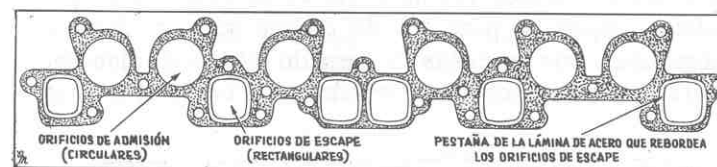

Fig. 22.— Junta de los múltiples de admisión y escape.
*Motor 221 SP.* Pieza separada. Salida plana, a 90° con respecto a la superficie de apoyo de la tapa, individual para cada cilindro. Tubos reunidos en un colector central (figs. 22, 24 y 25).
Los múltiples de admisión y escape son independientes, pero su montaje sobre la tapa de cilindros se efectúa con interposición de una junta que es común a ambos (fig. 22).